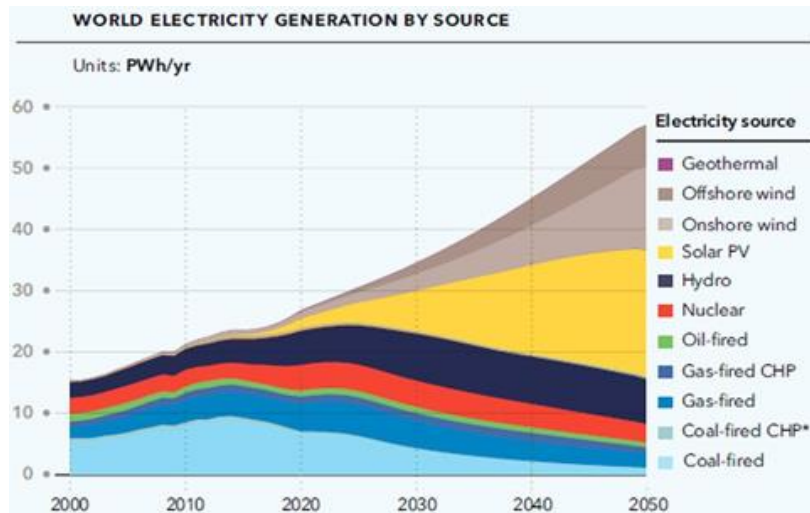

Fig 1. Producció d'energia al món per origen en petawatts-hora, (peta és 10E15).
El sector energètic és actualment responsable del 75% de les emissions mundials de gasos d'efecte hivernacle. La lluita contra el canvi climàtic requereix una descarbonització radical de la indústria energètica i l'energia solar fotovoltaica és una tecnologia central en tots els plans proposats per a una transició energètica renovable. L'energia solar pot proporcionar electricitat lliure de carboni, assequible i omnipresent i és capaç de superar econòmicament els combustibles fòssils i altres tecnologies renovables en la majoria dels llocs del món. Els dispositius fotovoltaics (FV) que converteixen l'energia solar en energia elèctrica tenen el major potencial per a ser els més importants en el futur (fig. 1). No obstant això, per aconseguir un subministrament d'energia lliure de carboni en 2050 la capacitat de producció fotovoltaica de la UE ha d'augmentar a més de quatre Tn en 2025 i a 21,9 Tn en 2050. Aquests objectius exigeixen un enorme canvi en la forma de produir i consumir energia.